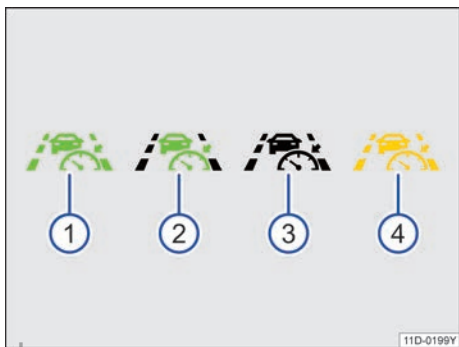

图 120 半自动驾驶辅助系统图标
- 图 120 ① 半自动驾驶辅助系统（Travel Assist）已激活、自适应巡航和自适应车道导向已激活。
- 图 120 ② 半自动驾驶辅助系统（Travel Assist）已激活、自适应巡航已激活以及自适应车道导向未激活。
- 图 120 ③ 关闭半自动驾驶辅助系统（Travel Assist）。
组合仪表显示屏上的绿色指示灯→图 120 ① 亮起。此外，在识别到道路交通标线时，通过转向动作将车辆保持在车道内。
→图 120 ④ 半自动驾驶辅助系统 (Travel Assist) 不可用或不按要求工作。